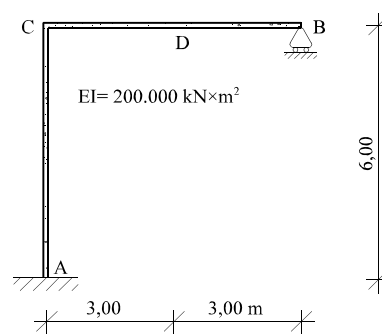

Figura 18
18) Para el pórtico de la figura 18, se pide dibujar a estima las líneas de influencia que se indican a continuación y acotar sus valores horizontal u_D y vertical v_D en el punto D :